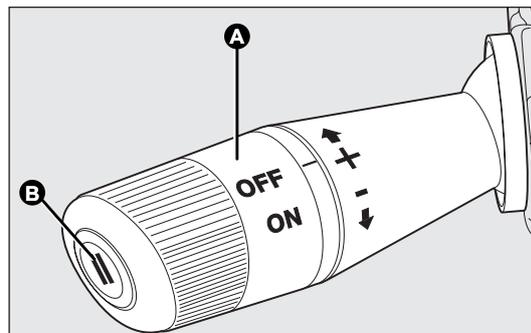

fig. 48
- ruotare la ghiera A-fig. 48 su ON e premendo il pedale dell'acceleratore portare il veicolo alla velocità desiderata;
- premere il pulsante B-fig. 48.
- premendo il pulsante B-fig. 48 quando il dispositivo sta regolando la velocità (per versioni/mercati, dove previsto);
- premendo il pedale dell'acceleratore; in questo caso il sistema non viene disattivato effettivamente ma la richiesta di accelerazione ha precedenza sul sistema; il cruise control rimane comunque attivo, senza necessità di premere il pulsante B-fig. 48 per ritornare alle condizioni precedenti una volta conclusa l'accelerazione.